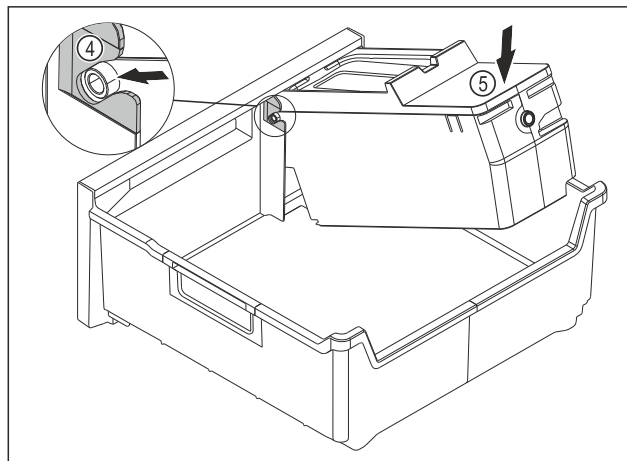

Fig. 95
- ▶ Montar el cuerpo del EasyTwist-Ice: Introducir los ejes del cuerpo del EasyTwist-Ice en las guías Fig. 95 (4).
- ▶ Presionar el cuerpo del EasyTwist-Ice Fig. 95 (5) hacia abajo por detrás.